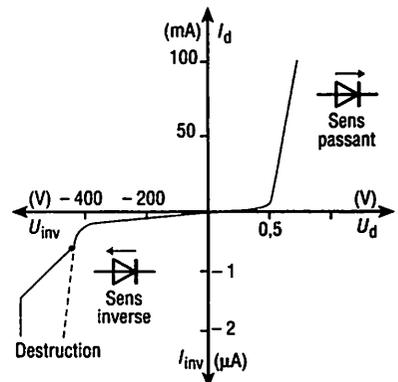

Fig. 3 : Caractéristiques directe et inverse d'une diode.
c) Courbes caractéristiques (fig. 3)